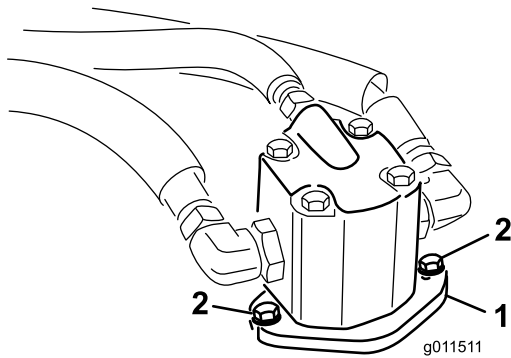

Bild 71
- Entfernen Sie die Schrauben, mit denen der Hydraulikmotor am Mähwerk befestigt ist (Bild 71). Heben Sie den Motor vom Mähwerk ab und legen ihn auf die Oberseite des Mähwerks.